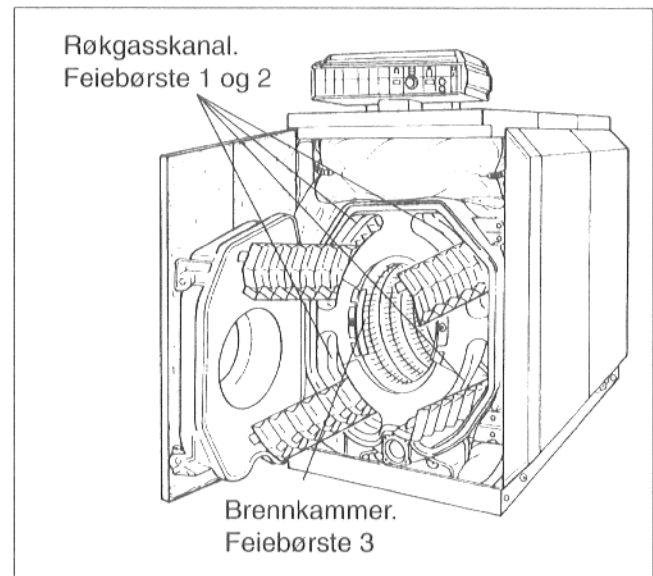

Fig. 57
- Røkgasskanalene rengjøres fra front med feiebørste 1 og 2 (Fig. 57).
- Bakveggen til brennkammeret rengjøres med feiebørste 3 (Fig. 57).
- Resten av brennkammeret rengjøres med feiebørste 2 (Fig. 57).